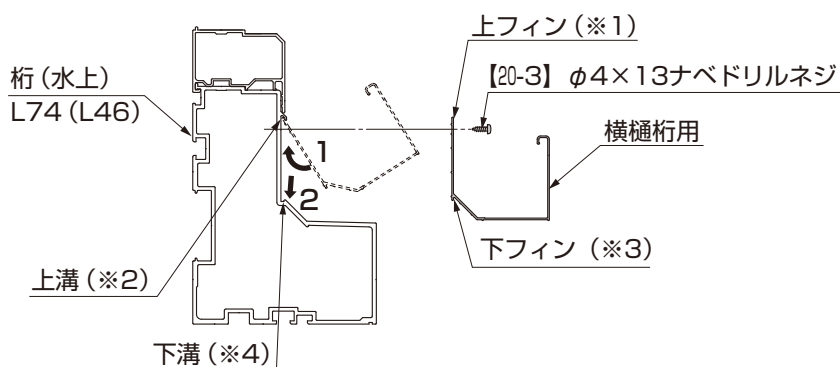

図8-2 横樋桁用の取付け
- ①横樋桁用の上フィン（※1）を、桁の上溝（※2）に下から入れ、横樋桁用の下フィン（※3）を桁の下溝（※4）に落とし込むように取付けてください。（図8-2参照）